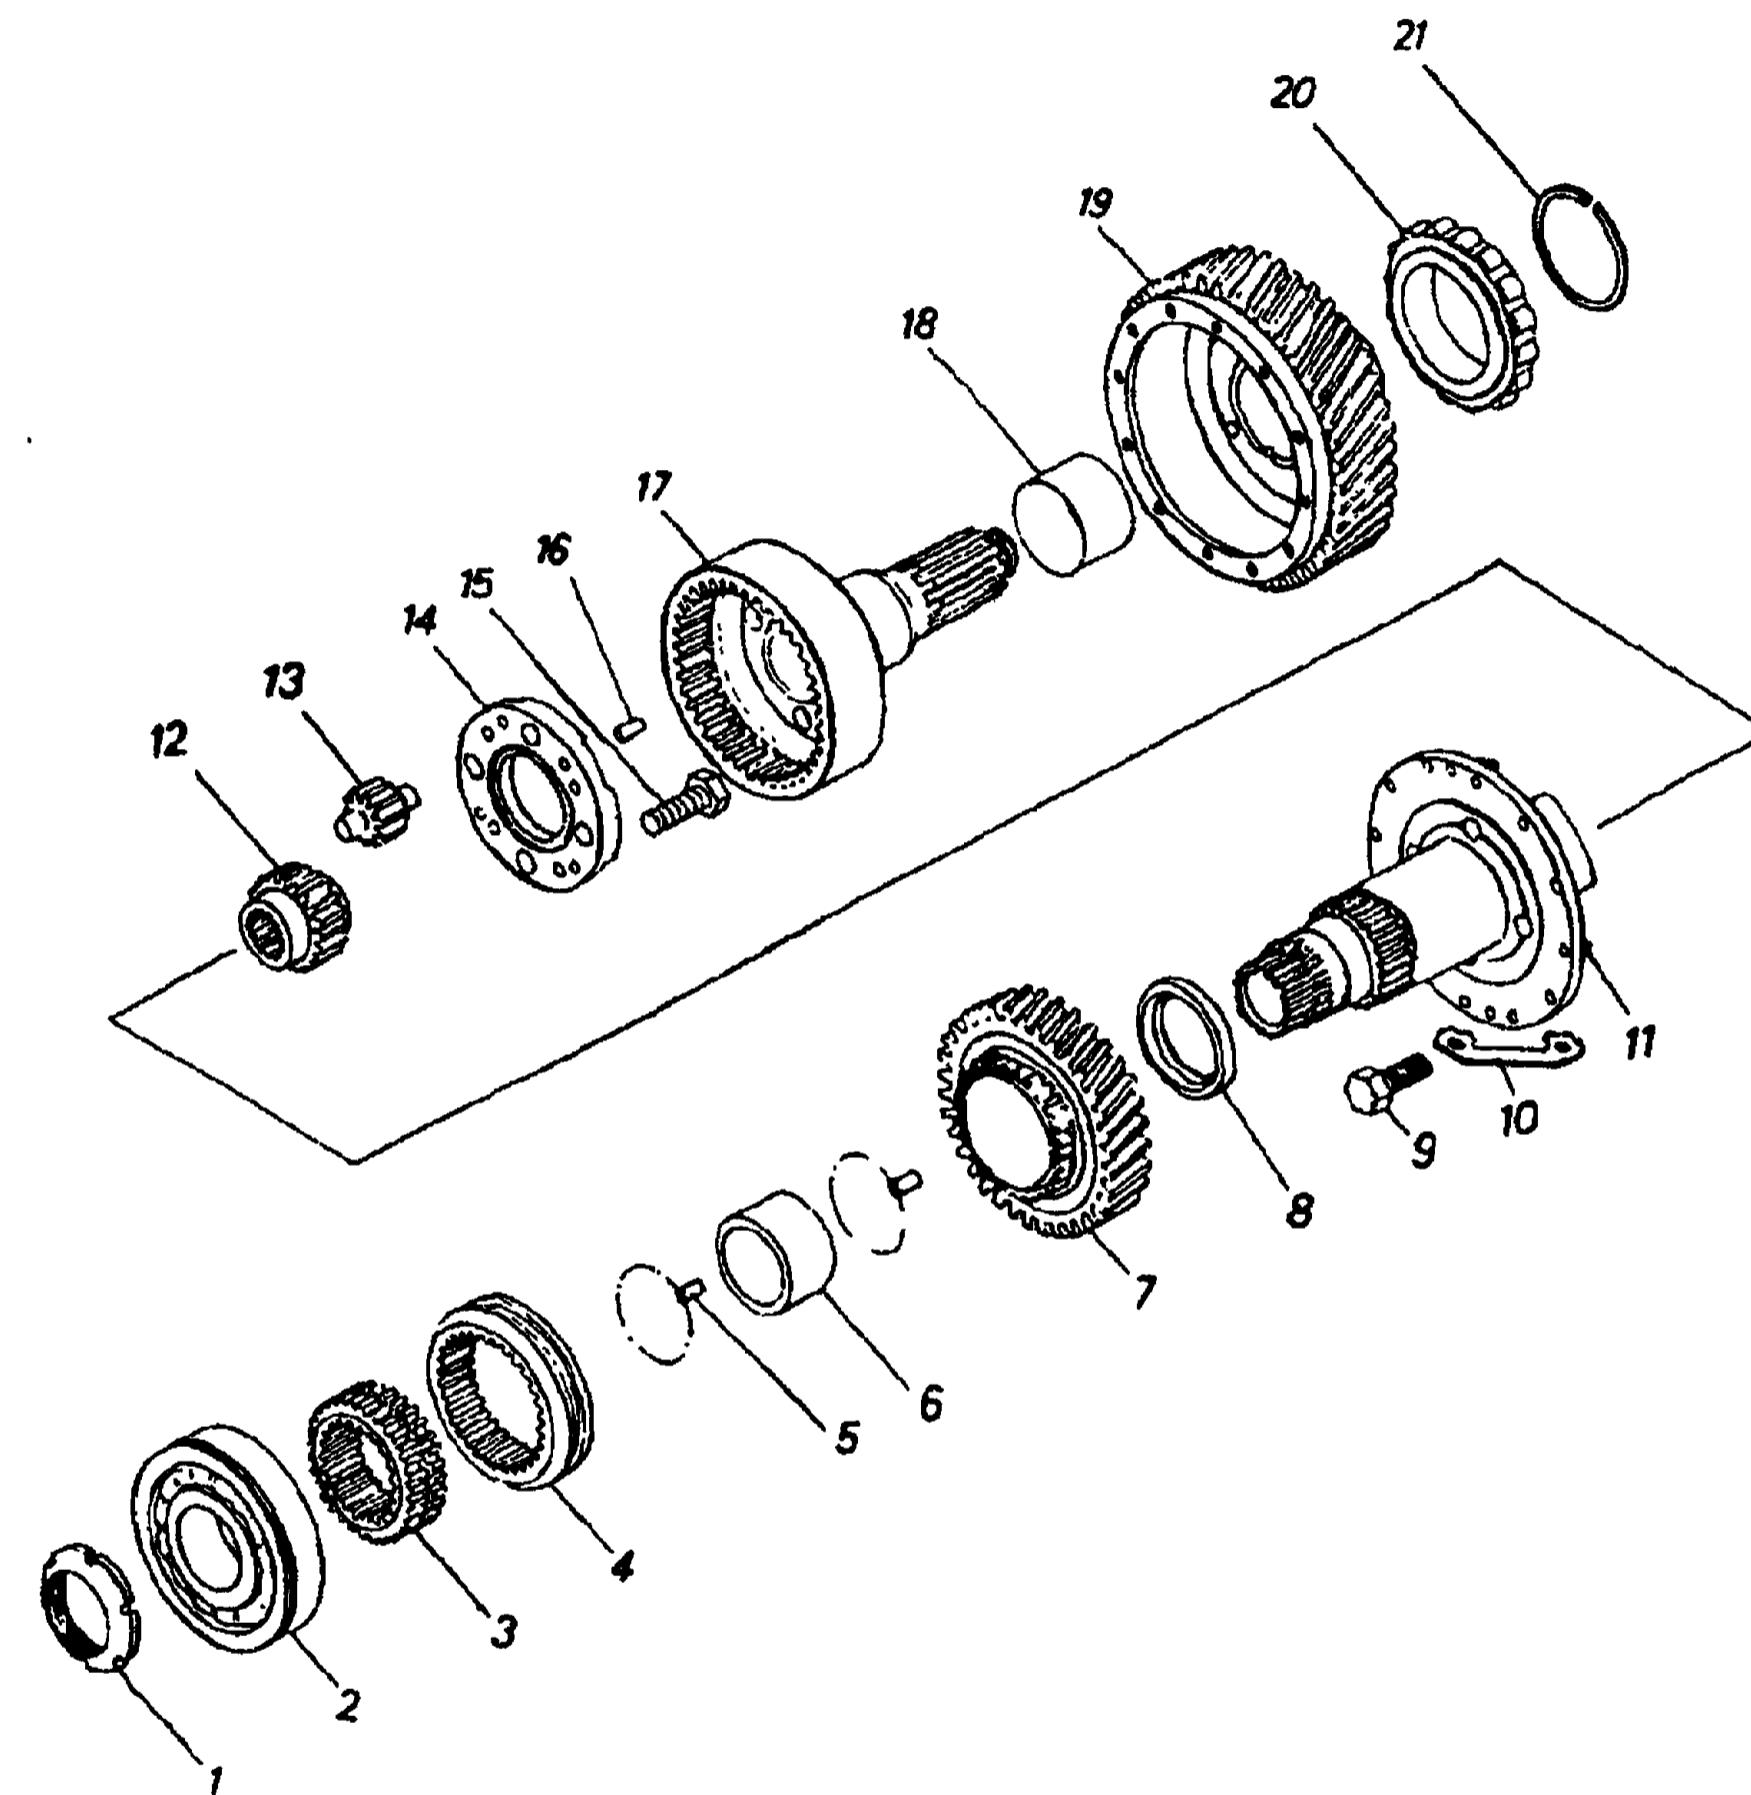

Рис. 166. Дифференциал раздаточной коробки:
40. Снимите упорное кольцо 21, съемником (рис. 168) снимите внутреннее кольцо 20 (см. рис. 166) роликоподшипника	Съемник, спецпассатижи И801.23.000-01